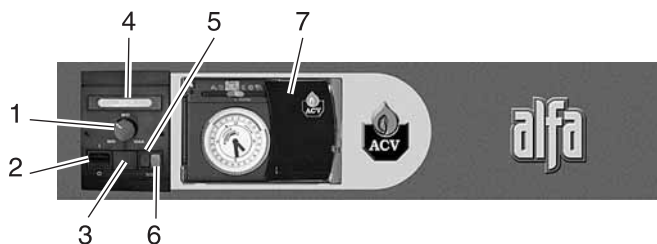

Рис. 21: Панель управления
#### 7.1.1 ОЗНАКОМЬТЕСЬ С ПАНЕЛЬЮ УПРАВЛЕНИЯ (рис. 21)
Перед выполнением любых работ отключите электропитание на распределительном щите котельного помещения. Выключите главный выключатель котла. (поз. 2, рис. 21)
#### 1 – РЕГУЛИРУЕМЫЙ ТЕРМОСТАТ 60–90°C (поз. 1, рис. 21)
#### 2 – ГЛАВНЫЙ ВЫКЛЮЧАТЕЛЬ (поз. 2, рис. 21)
#### 3 – ПЕРЕКЛЮЧАТЕЛЬ «ЗИМА–ЛЕТО» (поз. 3, рис. 21)
#### 4 – ТЕРМОМЕТР (поз. 4, рис. 21)
#### 5 – КНОПКА ПЕРЕЗАПУСКА ГОРЕЛКИ (поз. 5, рис. 21)
#### 6 – СИГНАЛ БЛОКИРОВКИ ГОРЕЛКИ (поз. 6, рис. 21)
#### 7 – КОНТРОЛЛЕР (поз. 7, рис. 21)
1. Нажмите кнопку перезапуска горелки на панели управления (рис. 22). Выключите котел главным выключателем (рис. 21) и через несколько секунд снова включите.